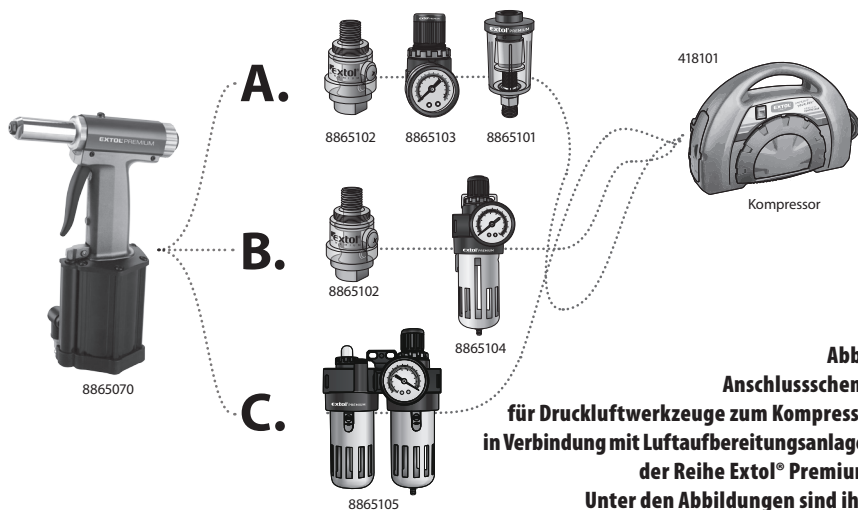

Abb.9
- Für den Betrieb von Druckluftwerkzeugen (ausgenommen Spritzpistolen, siehe weiter) muss der Druckluft aus dem Kompressor die Luftfeuchtigkeit über einen Abscheider entnommen und Pneumatiköl hinzugefügt werden. Auf der nachstehenden Abb. 9 ist das Anschlusschema der von uns vertriebenen Luftaufbereitungsanlagen mit unseren Bestellnummern dargestellt, das an die Druckluftwerkzeuge in einer unverwechselbaren Reihenfolge nach den Varianten A., B., oder C nach ihrer Funktion angeschlossen werden muss. Der Abscheider kann mit einem Druckregler kombiniert werden (d.h. Zwei in Einem), oder auch in Verbindung mit einem Druckregler und Nebelöler stehen (d.h. Drei in Einem), oder kann jede Anlage separat sein. Für die Anwendung der Druckluftwerkzeuge muss der Luftdruck mit dem zusätzlich eingesetzten Druckregler auf einen sicheren Wert nach der Herstellerspezifikation des jeweiligen Werkzeugs geregelt werden, da dieser Kompressor mit keiner Druckluftregelung am Ausgang ausgestattet ist. Die Beschreibung der einzelnen Luftaufbereitungsanlagen zusammen mit den Bestellnummern ist der nachstehenden Tabelle 2 zu entnehmen.